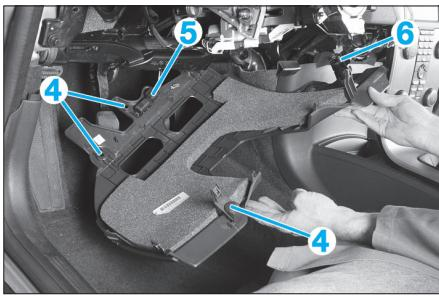

FIG. 8
- le clip (3).
- Déposer les 3 vis de fixation (4) de la garniture inférieure (**Fig.8**).